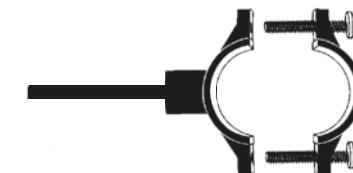

Рис. 8
3. Вставьте отрезок черной трубы 1/4" в скобу дренажного хомута (**рис. 8**). Край трубы должен выступать примерно на 4-5 мм от внутренней части скобы.